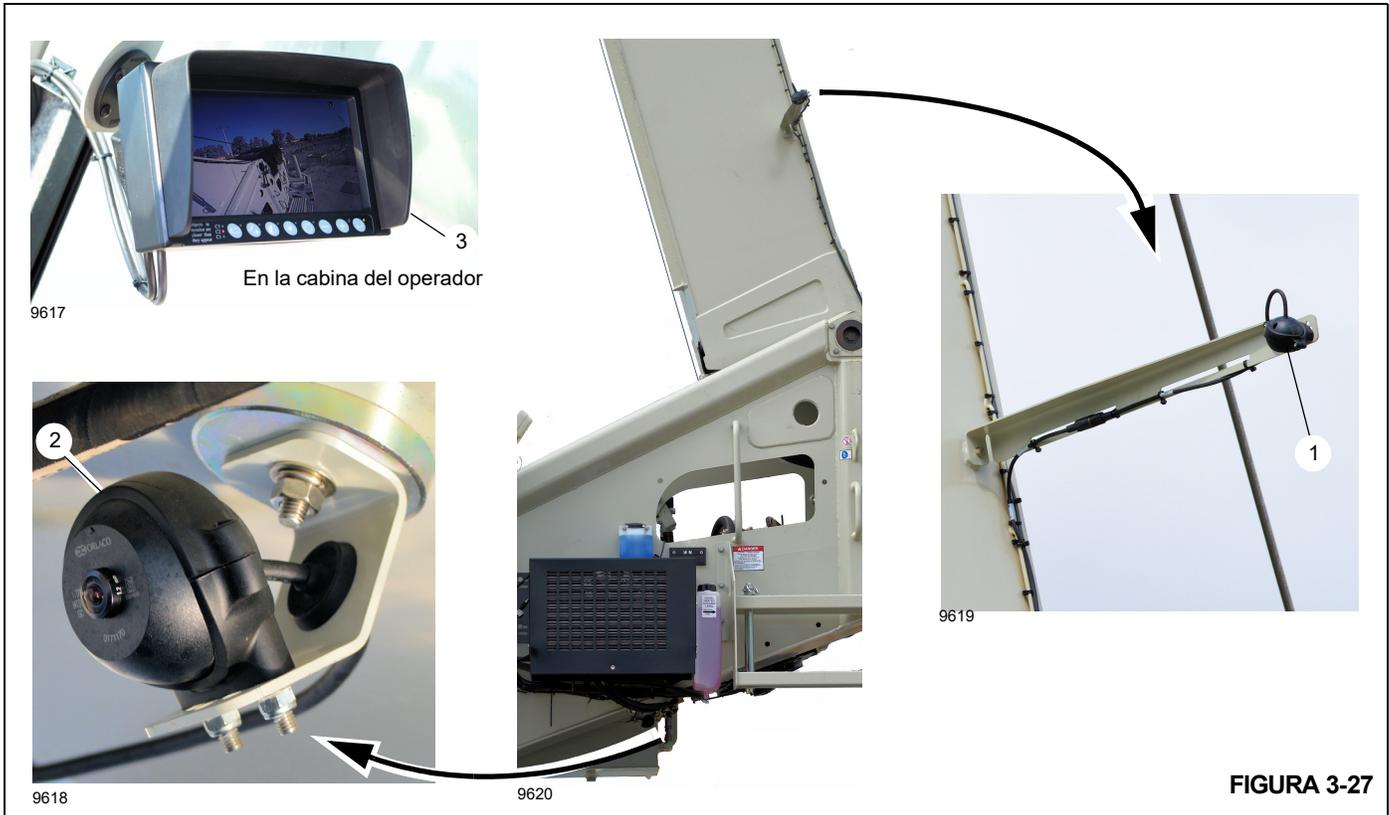

FIGURA 3-27
- Cámara de malacates: esta cámara (1, Figura 3-27) proporciona visibilidad al operador durante el funcionamiento.
- Cámara de visibilidad trasera: esta cámara (2) permite al operador ver la parte trasera de la grúa, incluidos los contrapesos, la zona de giro y los estabilizadores que no son visibles desde la cabina. Para más información acerca del ajuste de los contrapesos, consulte “Contrapesos retirables” en la página 4-25.